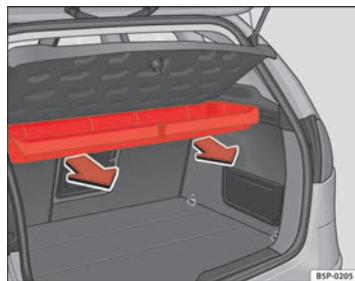

Abb. 124 Ausbau des Ablagefachs
- Ziehen Sie nach außen, bis das Fach aus den Drehhaltern gelöst ist ⇒ Seite 164, Abb. 124.